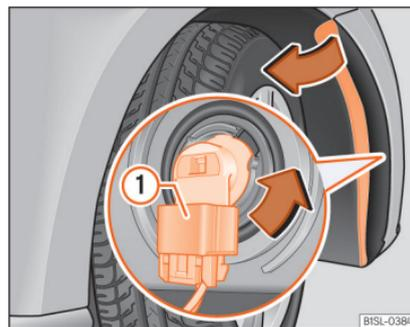

Abb. 51 Glühlampe im Scheinwerfer auswechseln.
- Anschlussstecker **»» Abb. 51 (1)** entriegeln und abziehen.
- Lampenhalter **»» Abb. 51** in Pfeilrichtung bis zum Anschlag **entgegen dem Uhrzeigersinn** drehen und mit der Glühlampe nach hinten herausziehen. **»**